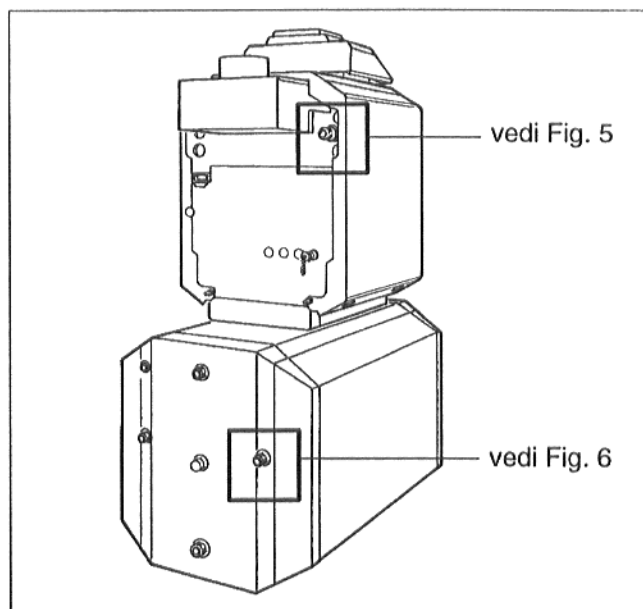
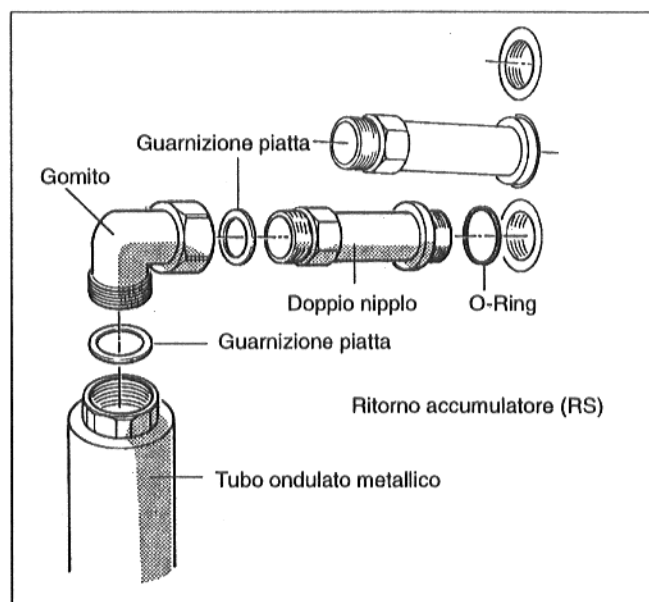
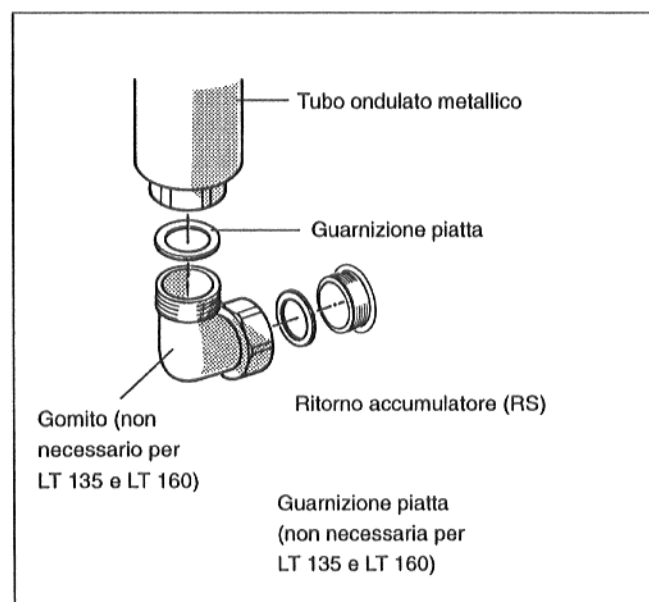

Fig. 4 Vista posteriore prima del montaggio
Fig. 5 Ritorno accumulatore a livello della caldaia
Fig. 6 Ritorno accumulatore
- Collocare l'O-Ring nella scanalatura del doppio nipplo e avvitare quest'ultimo nel ritorno accumulatore a livello della caldaia (Fig. 4 e Fig. 5).
- Inserire la guarnizione piatta nel dado a risvolto di un gomito e avvitare quest'ultimo con il doppio nipplo (Fig. 4 e Fig. 5).
- Inserire la guarnizione piatta nel dado a risvolto di un tubo ondulato metallico, preformare il tubo ondulato metallico e avvitarlo al gomito (Fig. 4 e Fig. 5).
- Inserire la guarnizione piatta nel dado a risvolto del secondo gomito e avvitare il gomito a livello del ritorno accumulatore (Fig. 4 e Fig. 6). Questo gomito può essere omesso per LT 135 e LT 160.
- Inserire la guarnizione piatta nel secondo dado a risvolto del tubo ondulato metallico e avvitare quest'ultimo sul gomito o a livello del ritorno accumulatore (Fig. 4 e Fig. 6).